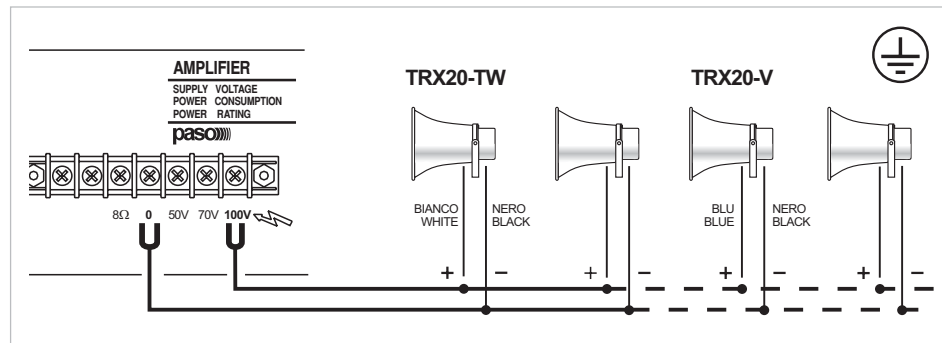

Fig. 1
È consigliabile, per motivi di sicurezza, porre particolare cura nella connessione a terra del telaio e nel fissaggio dei diffusori alla struttura portante (parete, soffitto, palina, traversino, ecc.). Tutti i diffusori devono essere collegati in derivazione alla linea a tensione costante (vedi esempio in fig. 1).
For safety reasons, it is advisable to pay special attention when securing the speakers to the structure used to support it (wall, ceiling, stake, cross-member, etc.). All speakers have to be connected to the constant voltage line (see example in Figure 1).
- Collegare le terminazioni del cavo uscente dal diffusore alla linea di distribuzione 100 V (vedi fig. 1).
- Connect the ends of the cable leading out from the horn to the 100 V distribution line (see Fig. 1). **Careful attention should be required for the polarity.**